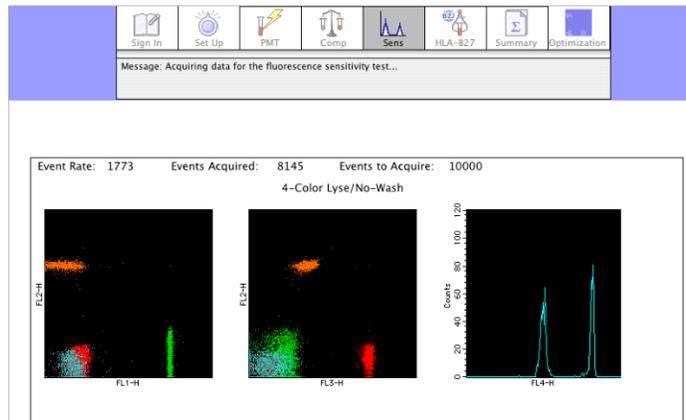
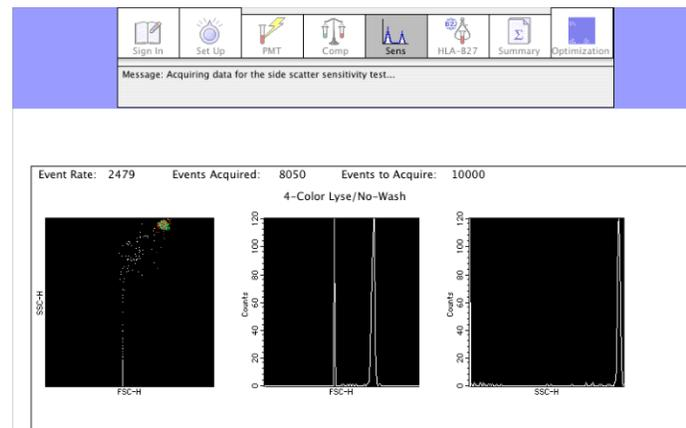
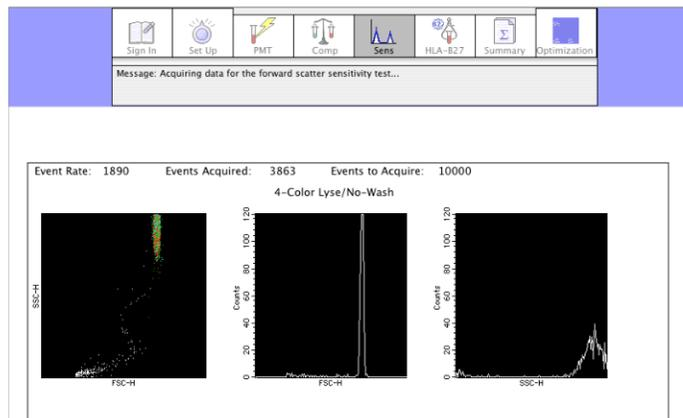

Figura 6: Tela do teste de sensibilidade das fluorescências.
Figura 7: Tela de teste de sensibilidade do detector side scatter.
Figura 8: Tela do teste de sensibilidade do detector **forward scatter**.
- Deixar o tubo B no citômetro enquanto o teste de sensibilidade é realizado. O teste de sensibilidade consiste em três diferentes testes: o teste de sensibilidade das fluorescências (Figura 6), o teste de sensibilidade do detector **side scatter** (Figura 7) e o teste de sensibilidade do detector **forward scatter** (Figura 8).